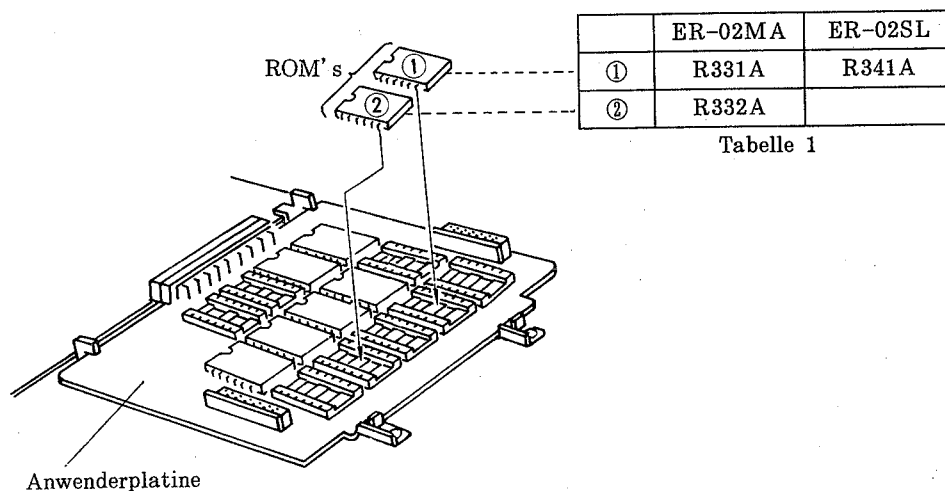

Abb. 26
- (3) Die ER-67MB3/MB4/MB5 an der Unterseite der Anwenderplatine anbringen (siehe Seiten 46 – 50).
- (4) Die ER-02MA/SL-ROM's an der Anwenderplatine anbringen (siehe Abb. 26 und Tabelle 1).